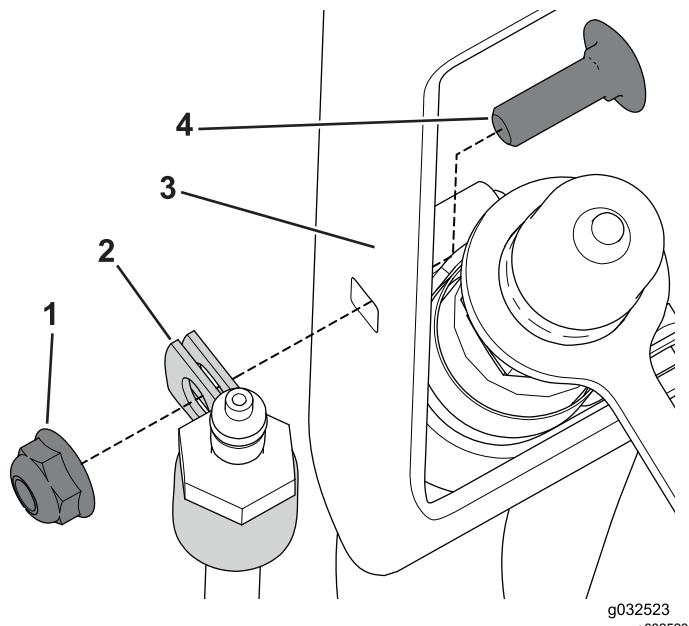

Рисунок 36
1. Расположите R-образный хомут вокруг соединителя шланга (Рисунок 36).
2. Прикрепите R-образный хомут к кронштейну шланга с помощью каретного болта (1/4 x 3/4 дюйма) и гайки (Рисунок 36).